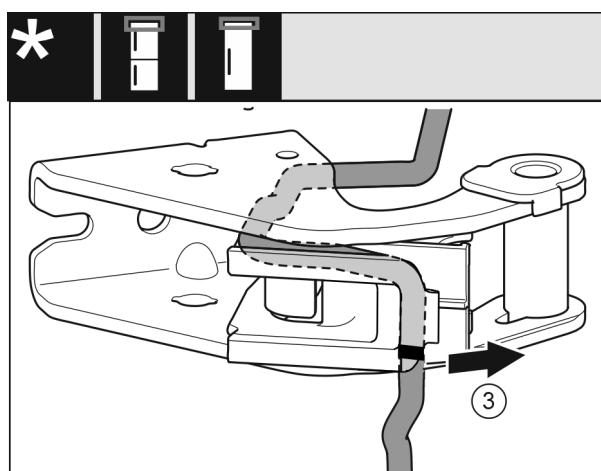

Fig. 29
- Odmontujte kabel s držákem kabelu Fig. 29 (3) ze stojanu ložiska.